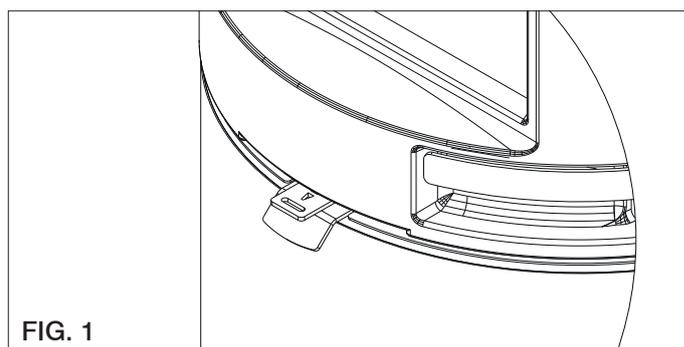

FIG. 1
- Posizione "Mantenimento Brace" (fig. 1)